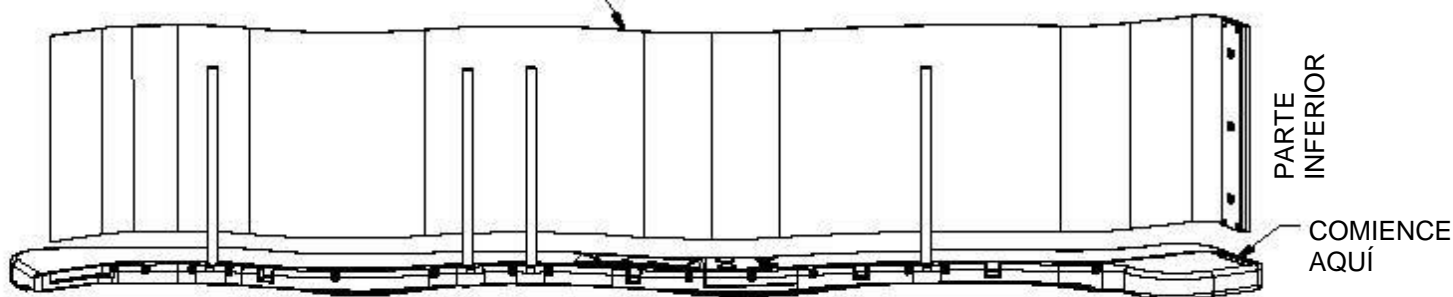

FIGURA 2
COLOQUE (1) MONTAJE DE GUÍA DE TOBOGÁN EN UNA SUPERFICIE PLANA Y COMIENZE A COLOCAR LA BASE DEL TOBOGÁN EN LA PARTE INFERIOR DE LA GUÍA (FIGURA 2). PÍDALE A UN AYUDANTE QUE DOBLE LA BASE DEL TOBOGÁN HACIA LA PARTE SUPERIOR DE ESTE Y QUE INSERTE LA BASE EN LA CAVIDAD DEL TOBOGÁN. ASEGÚRESE DE INSERTAR LA BASE DEL TOBOGÁN A 1/8" (3 mm) DE LA PARTE INFERIOR DE LA RANURA.